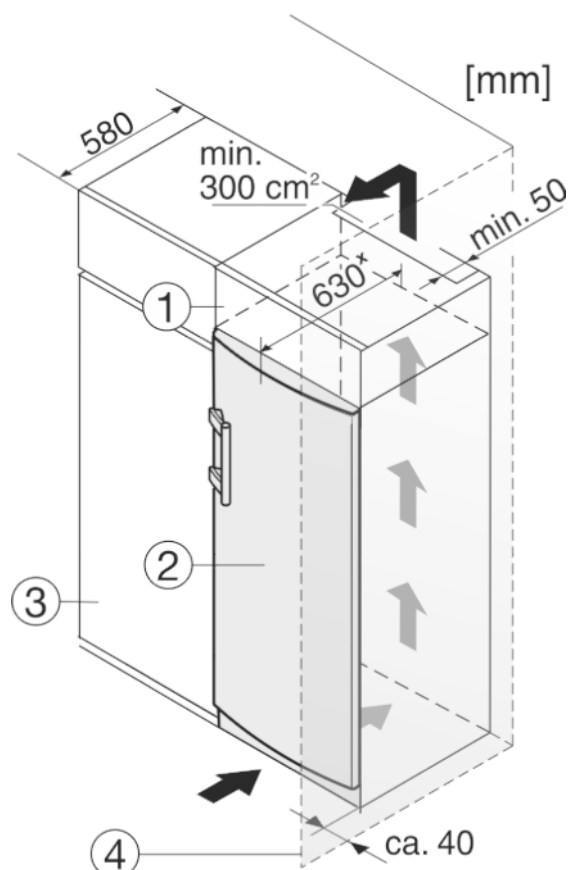

Fig. 8
Spotřebič lze zabudovat do kuchyňských skříní. K vyrovnání spotřebiče *Fig. 8 (2)* na výšku kuchyňské linky lze na přístroj nasadit nástavec *Fig. 8 (1)*.
Při montáži do kuchyňských skříní (hloubka max. 580 mm) lze přístroj instalovat hned vedle kuchyňské skříně *Fig. 8 (3)*. Přístroj přesahuje přední stěnu kuchyňské skříně na stranách o 34 mm\* a uprostřed o 50 mm\*.
Když se přístroj instaluje závěsy vedle stěny *Fig. 8 (4)*, musí být vzdálenost přístroje od stěny alespoň 40 mm. To odpovídá přesahu madla při otevřených dveřích.